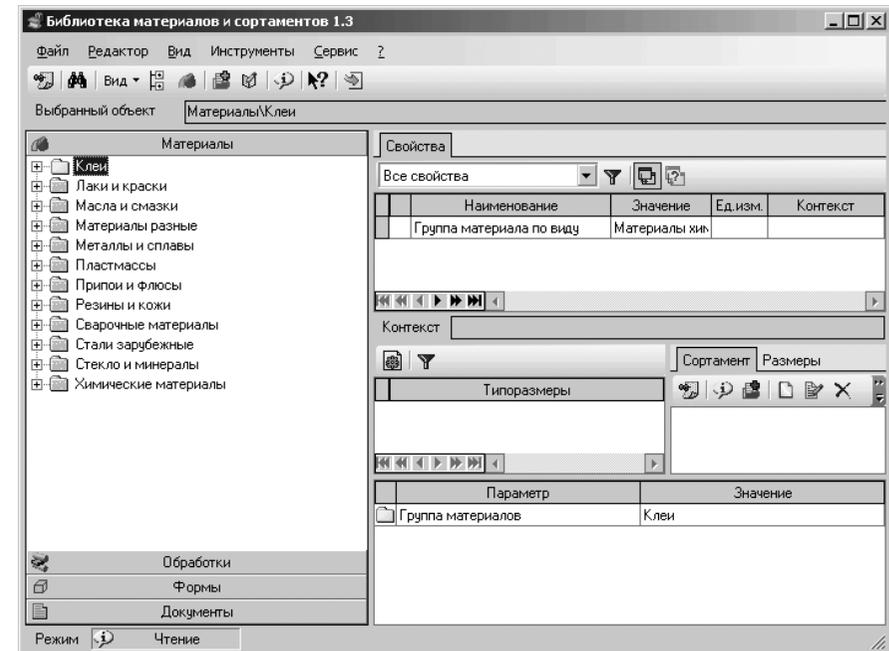

Рис. 3.94. Главное окно библиотеки – **Библиотека материалов и сортанентов 1.3**
- щелкните в диалоговом окне **Выбор материалов** по кнопке **Больше**. Через некоторое время появится главное окно библиотеки – **Библиотека материалов и сортанентов 1.3**, которое может выглядеть так, как показано на рис. 3.94.